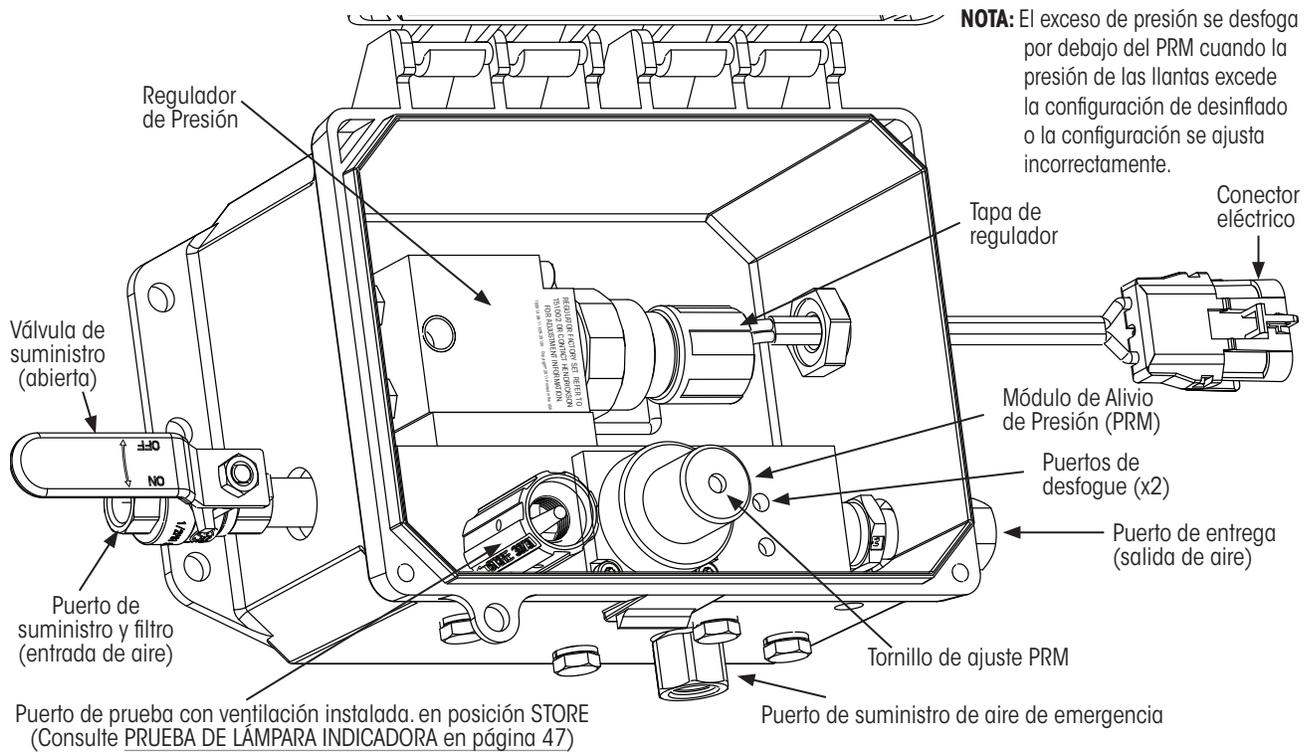
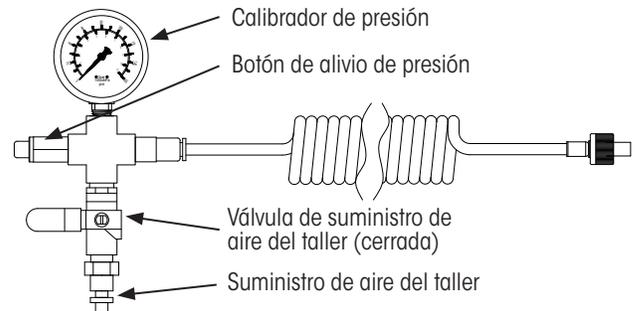

Figura 55: Configuración TIREMAAX® PRO Presión de Inflado y Presión de Desinflado
Figura 56: Calibrador de presión VS-32331 para TIREMAAX® PRO
NOTA: El calibrador de presión objetivo TIREMAAX PRO (Figura 56 en página 51) no puede usarse en lugar del calibrador CP. Las conexiones no son compatibles.
- Calibrador de Presión TIREMAAX PRO (Figura 56) o equivalente.
IMPORTANTE: Se requiere que el calibrador objetivo TIREMAAX PRO (Figura 56) para este procedimiento. El regulador de PRO no se auto desfoga que podría dar lugar a lecturas falsas.
4. **Abra** la tapa del controlador, **remueva** la ventilación del puerto de prueba, si se incluye y **conecte** el calibrador (Figura 56) al puerto de prueba (Figura 55).
5. **Cargue** el tanque conectando el **suministro de aire limpio y seco del taller** al suministro de aire de emergencia y al calibrador objetivo. **Una vez cargado, desconecte** la manita del freno de emergencia (Figura 56).
Este ajuste se realiza en el regulador del controlador (Figura 55 en la página 51).
- ii. **Use** el botón de alivio de presión en el calibrador (Figura 56) para **disminuir** la Presión de Inflado **al menos 5 psi abajo del ajuste de Presión de Inflado deseado**. **Cierre** la válvula.
Esta configuración se realiza en el PRM del controlador (Figura 55 en página 51). Para una correcta operación, la Presión de Desinflado debe ajustarse 10 psi arriba de la Presión de Inflado.
2. **Cierre** la válvula de suministro en el controlador (Figura 55 en la página 51).
3. **Conecte** el suministro de aire limpio y seco del taller al calibrador usando una conexión de $\frac{1}{4}$ pulg. (Figura 56 en página 51). Se requiere un suministro de aire de **al menos 15 psi** arriba de la Presión de Inflado en frío.
8. **Sí es necesario ajustar, use** llave Allen de $\frac{1}{8}$ pulg para **ajustar** el Tornillo de ajuste PRM (Figura 55). (Un cuarto de vuelta equivale aproximadamente a 5 psi.)